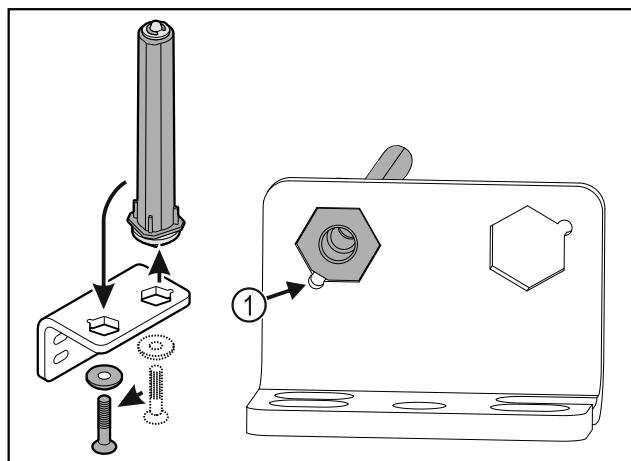

Fig. 22
- ▶ 在安装时请注意，让螺栓斜面 Fig. 22 (1)朝向圆孔。